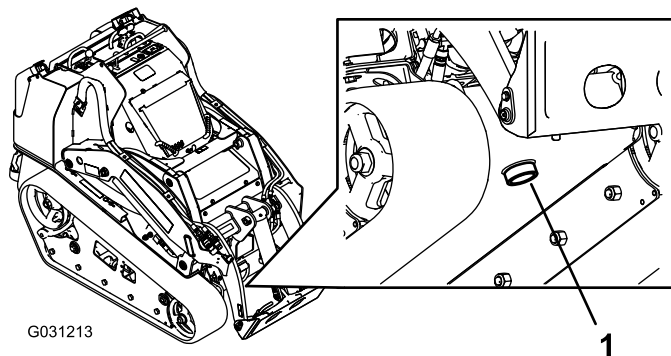

Рисунок 63
7. Разместите большой сливной поддон (емкостью 57 литров) под сливной пробкой в передней части тягового блока (Рисунок 63).
8. Снимите сливную пробку и дайте маслу стечь в поддон (Рисунок 63).